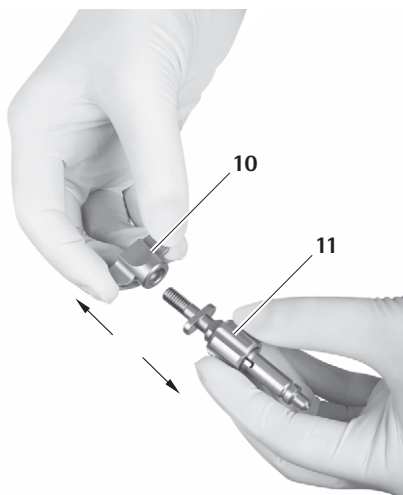

Fig. 17
- ▶ Skru vingemøtrikken 10 på holdearmsadapteren 11 af, se Fig. 17.